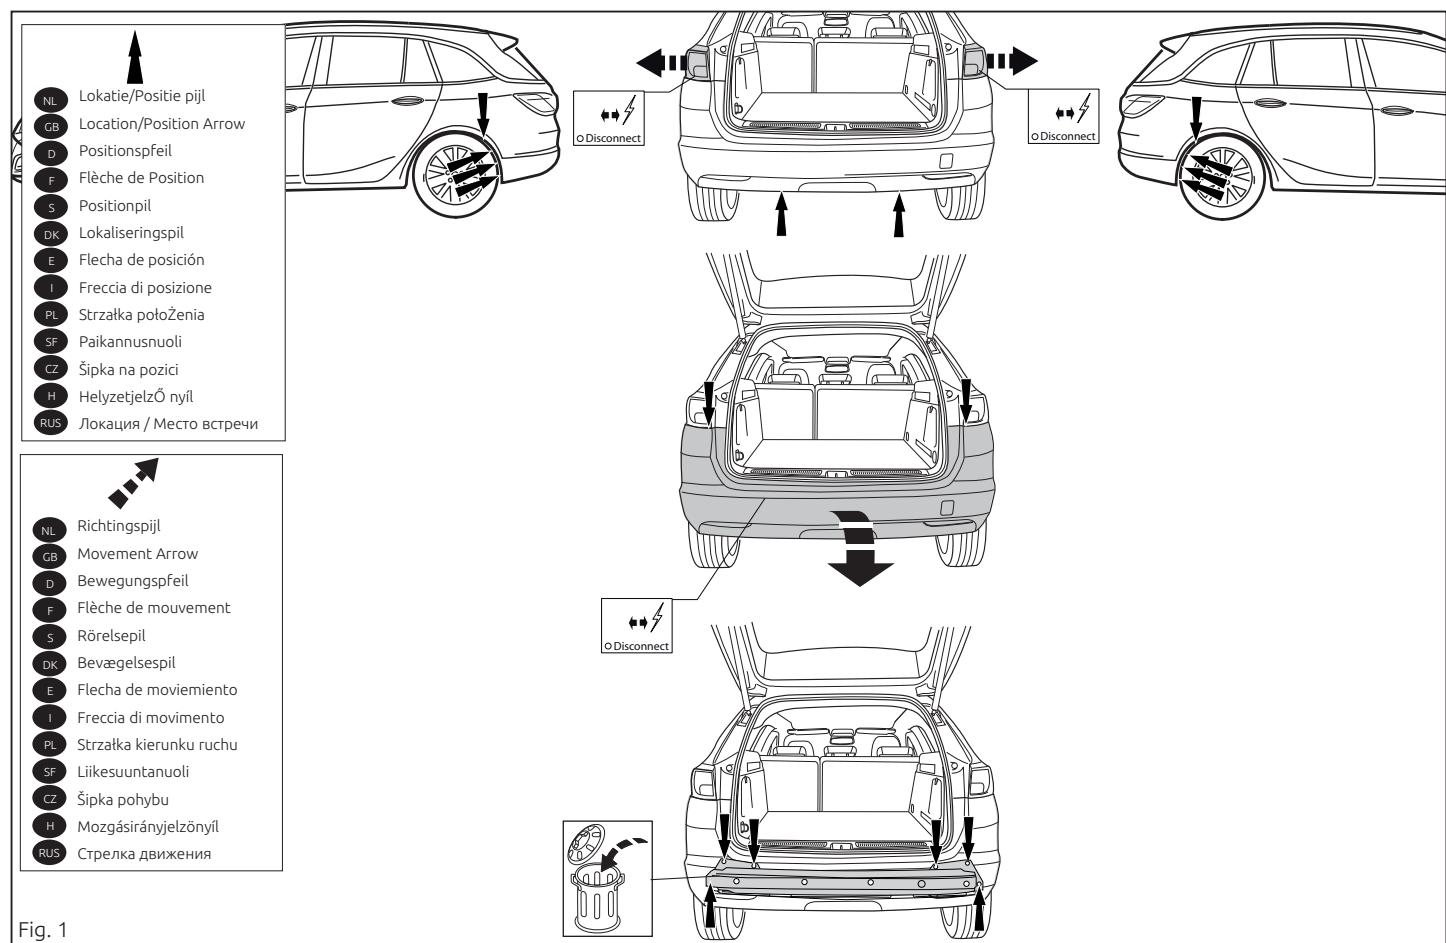

Fig. 1
1. Remove the rear-light units. Remove the bumper and the steel buffer beam from the vehicle. The buffer beam will no longer be needed. See figure 1.
1. Die Rücklichter abmontieren. Die Stoßstange einschließlich des stählernen Stoßbalkens vom Fahrzeug abmontieren. Der Stoßbalken wird nicht mehr benötigt. Siehe Abbildung 1.
2. Positionner les supports A et B et les fixer à l'emplacement des points de traverse en clair; là traverse ne sera plus utilisée. Voir la figure 1.
1. Demonter baglysenhederne. Demonter kofangeren, inklusive køretøjets stålståedbælge. Stålståedbælgen skal ikke længere anvendes. Se fig. 1.